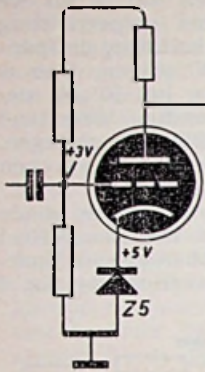

Fig. 8
i. Zenerdiode als „katodecombinatie” (fig. 8).